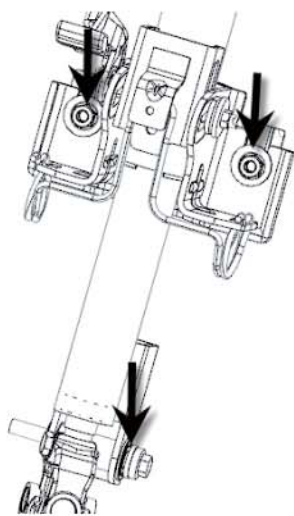

图 3-15 拆下机械转向管柱
①确认所有与管柱连接的线束均已脱开。
②松开管柱上安装点的螺母与下安装点的螺栓，如图 3-15 所示，取下转向管柱及万向节。